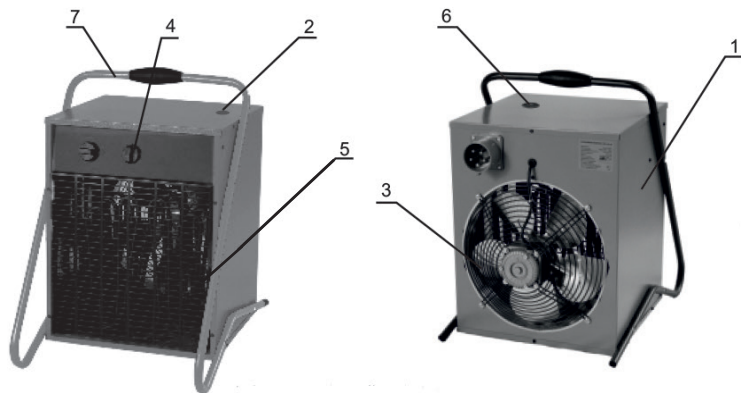

рис. 1
Общий вид тепловентилятора представлен на рис.1
6.2 Несущая конструкция тепловентилятора состоит из корпуса (поз.1 рис.1) и крышки (поз.2 рис.1). Вентилятор (поз.3 рис.1) расположен в задней части устройства. Органы управления вынесены на панель шасси (поз.4 рис.1). Трубчатые нагреватели расположены внутри корпуса между вентилятором и решеткой (поз.5 рис.1), закрывающей их с лицевой стороны тепловентилятора. Тепловентилятор оснащен кнопкой “RESET” (поз.6 рис.1). Тепловентилятор оснащен трубчатой ручкой-кронштейном (поз.7 рис.1), который можно использовать как для переноски, так и для удобного монтажа на стену.